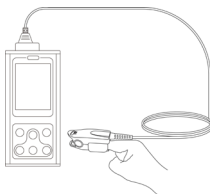

Figura 5. Raffigurazione del corretto posizionamento del dito
- Il dito deve essere posizionato correttamente (vedere figura 5 allegata), poiché un montaggio errato o una posizione di contatto con il sensore impropria influenzeranno la misurazione.
A Inserire il dito nella sonda come mostrato nella Figura 5.
(L'aspetto della sonda reale può essere diverso da quello illustrato nella Figura 5, pertanto si prega di fare riferimento alla sonda reale.)